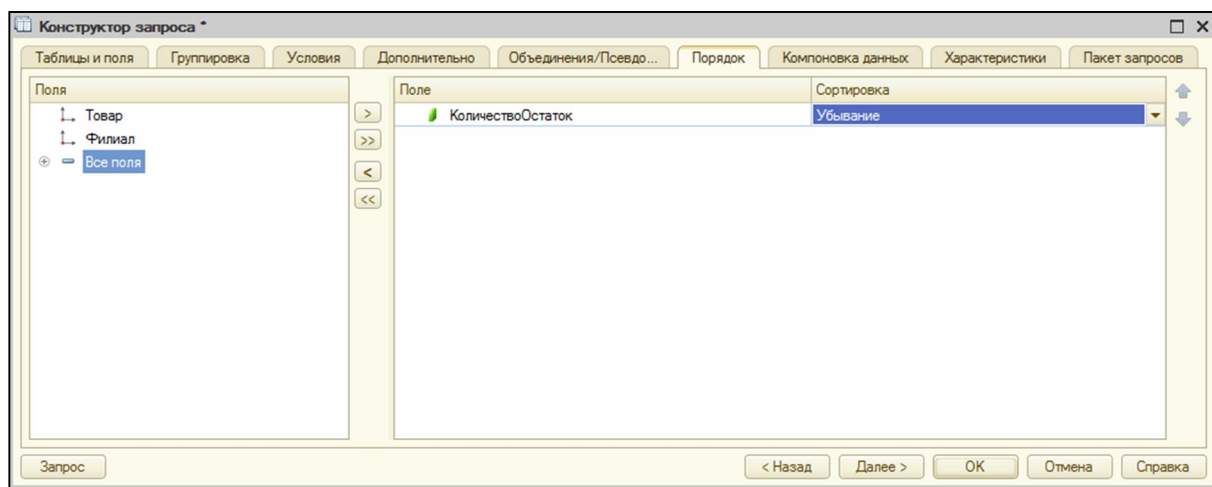

Рис. 60. Вкладка «Порядок» окна Конструктора запросов
7) на вкладке «Порядок» (рис. 60) Конструктора запросов указать вид сортировки – «Убывание» по «КоличествоОстатков». Нажать «Ок», в результате текст запроса формируется автоматически;